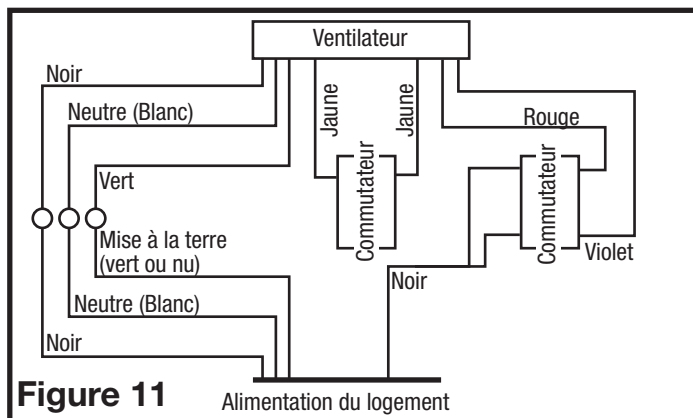

Figure 11
REMARQUE : Si la bride de montage est installée sur le boîtier du ventilateur, enlevez les deux vis qui relient la bride de montage du plafond au boîtier et mettez de côté (Figure 11).
4. Fixez les fils électriques au logement avec une prise électrique approuvée. Pour les ventilateurs à deux vitesses, raccordés pour une ventilation continue, connectez le fil blanc du ventilateur au fil blanc (neutre) de la source d'alimentation. Connectez le fil de terre de la maison au fil vert du boîtier du ventilateur. Connectez le fil noir du ventilateur au fil noir (chaud) de la source d'alimentation. Le ventilateur fonctionnera à faible vitesse, en continu, et augmentera à haute vitesse sur une hausse de l'humidité. Utilisez un interrupteur correctement mis à terre, connectez 1 fil jaune de chaque côté de l'interrupteur. Fermer l'interrupteur changera la vitesse de normale à haute vitesse. Utilisez un interrupteur à bascule standard duplex correctement mis à terre (comme Leviton 5224-2W, non inclus) pour relier le fil noir de la source d'alimentation au côté de l'interrupteur de haut et de bas. Connectez le fil rouge (lumière) du boîtier du ventilateur à l'autre côté de l'interrupteur du haut et connectez le fil violet (veilleuse) du boîtier du ventilateur à l'autre côté de l'interrupteur du bas. Un interrupteur à commande manuelle (non inclus) peut être utilisé pour éteindre manuellement le ventilateur (Figure 11).